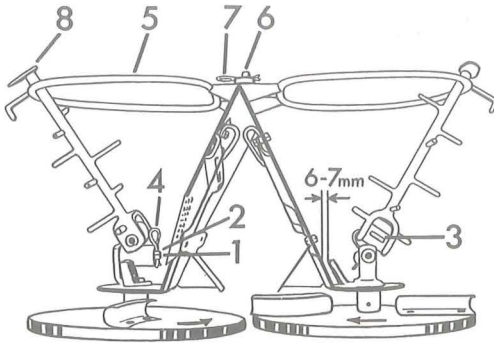
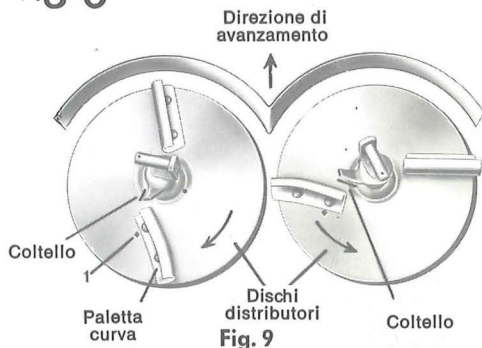

Fig. 4
Fig. 9
1. Agitatore (Fig. 4)
16. Tenere costantemente **sotto controllo la distanza** fra la tramoggia e l'alimentatore (6-7 mm. – Fig. 4) agendo per ristabilire la distanza sulla punta dell'alimentatore. Quest'ultimi, quando sono eccessivamente logori, vanno sostituiti.
- nel rimontare l'alimentatore fare attenzione che lo stesso sia sopra la paletta di distribuzione curva ed il coltello riportato con saldatura sia rivolto nel senso di rotazione (vedi fig. 9). La distanza dal coltello all'apertura di uscita del concime deve essere di 6-7 mm. (vedi fig. 4) e l'alimentatore non deve sfregare sul fondo della tramoggia; in caso contrario spingere un pò in giù il fondo della tramoggia stessa.
- nel rimontare l'alimentatore fare attenzione che lo stesso sia sopra la paletta di distribuzione curva ed il coltello riportato con saldatura sia rivolto nel senso di rotazione (vedi fig. 9). La distanza dal coltello all'apertura di uscita del concime deve essere di 6-7 mm. (vedi fig. 4) e l'alimentatore non deve sfregare sul fondo della tramoggia; in caso contrario spingere un pò in giù il fondo della tramoggia stessa
- rimontare i dischi distributori al posto giusto (vedi fig. 9)
Con concimi **umidi polverulenti** spostare la paletta curva in avanti sui dischi distributori (vedi fig. 9/1).